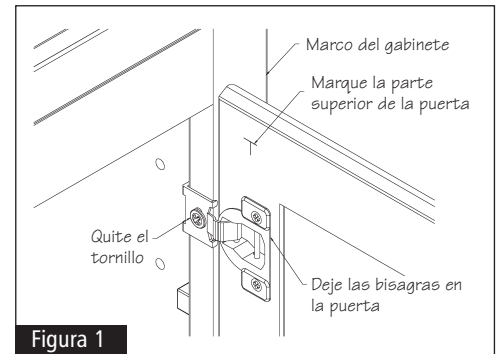

Figura 1
- 1** Retire la puerta o las puertas inferiores del marco del gabinete para despensa y póngalas boca abajo en una superficie no abrasiva como puede ser una tela. SUGERENCIA: Le recomendamos poner marcas en el marco en los lugares que ocupan las bisagras en el marco, así como en la parte superior de la puerta. Vea la figura 1.